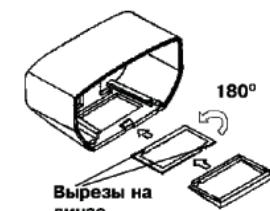

Рисунок 5
- ВНИМАНИЕ!** Выдвинуть линзу, повернуть ее на 180° (рисунок 5), установить в крышку так, чтобы одинарный вырез был направлен внутрь корпуса, гладкая сторона линзы должна быть направлена наружу;